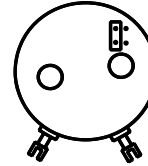

Abb.9: „220°-290° “
- Jumper links für Meßbereich zwischen 220° und 290° (Abb.9)